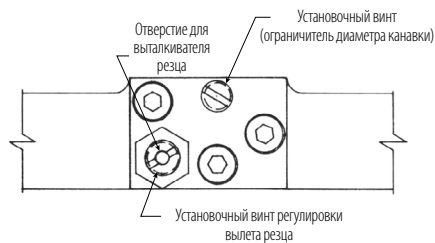

РИС. 3
4. Вставьте стальной выталкиватель диаметром 0,32 см (1/8"), входящий в комплект поставки, в отверстие позади пластинчатой пружины и в полый установочный винт резца, как показано на рисунке. С помощью выталкивателя выдавите резец. Расположение установочного винта показано на Рис. 3.
2. С помощью гаечного ключа с открытым зевом 14 мм ($\frac{9}{16}$ "), входящим в комплект поставки, ослабьте контргайку установочного винта резца. Смотрите Рис. 3.